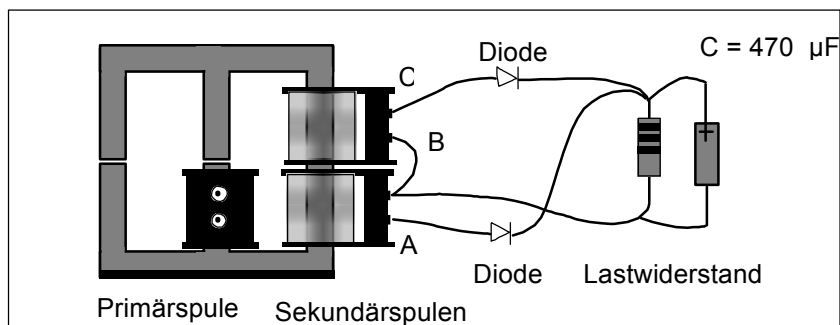

Abb. 7
15. Als Ergebnis erhalten wir ein vollwellen-gleichgerichtetes Signal, eine pulsierende Gleichspannung. Wir ergänzen die Schaltung wieder um einen Kondensator von 470  $\mu\text{F}$  (Abb. 7).